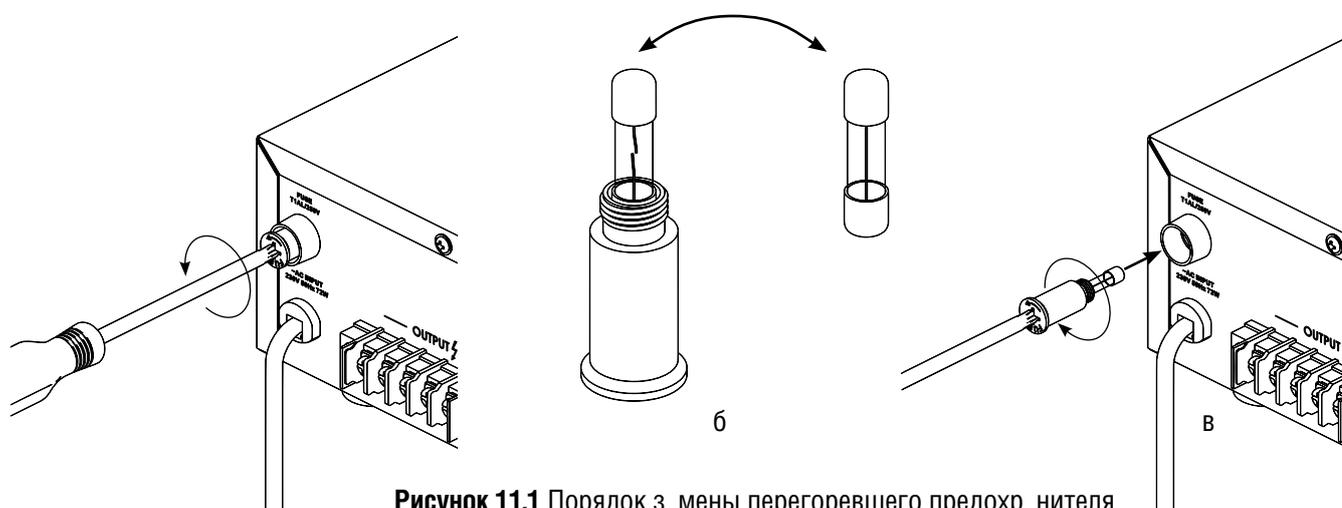

Рисунок 11.1 Порядок замены перегоревшего предохранителя
2. Извлеките крышку предохранителя из транзисторного усилителя поворачивая её против часовой стрелки крестовой отвёрткой (**Рис. 11.1, а**).
3. Замените перегоревший предохранитель исправным, предварительно убедившись, что в крышке не осталось посторонних предметов (**Рис. 11.1, б**).
4. Вставьте крышку с исправным предохранителем в транзисторный усилитель и плотно закрутите её, поворачивая по часовой стрелке (**Рис. 11.1, в**).